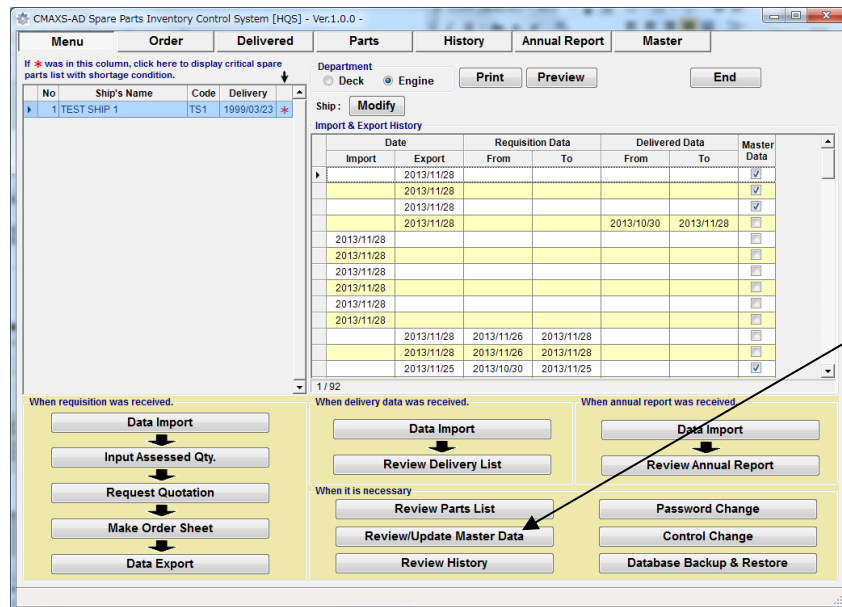

Fig.15-1 Menu 画面
- (1) “Menu 画面”(図 15-1)上で[Review / Update Master Data]を選択してください。